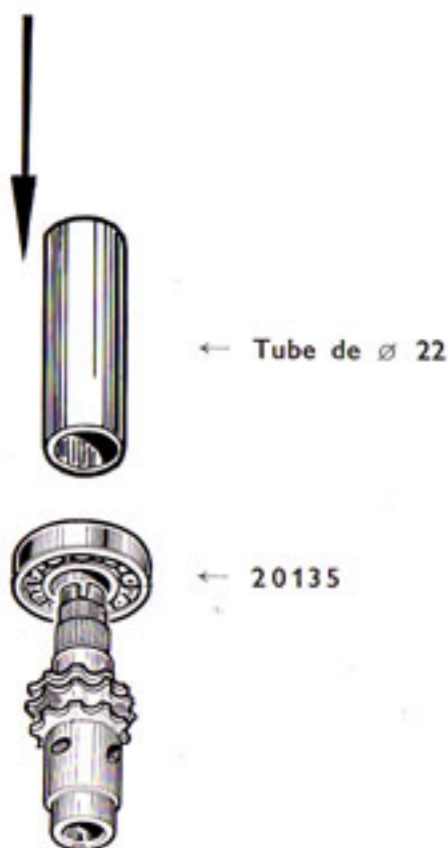

Fig. 16
- Remonter le roulement 20135 (20 x 42 x 8) sur l'arbre secondaire côté pignon de chaîne) (tube de \varnothing 22 L = 110). Fig. 16.